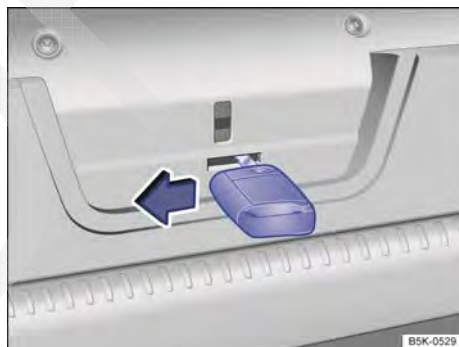

Fig. 97 Na tampa do compartimento de bagagem: Destravamento de emergência para a tampa do compartimento de bagagem (Passat).
- Pressionar a alavanca de destreamento no sentido da seta → Fig. 97. A tampa do compartimento de bagagem é destravada.